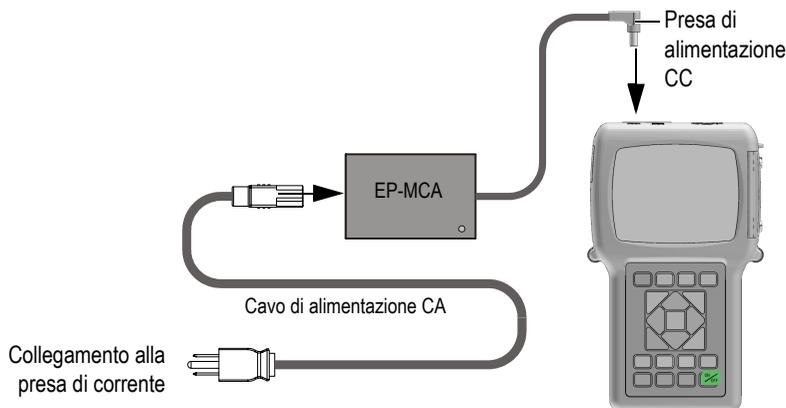

Figura 2-2 Collegamento del caricabatterie-alimentatore
1. Collegare il cavo di alimentazione CA al caricabatterie-alimentatore (codice fabbricante: EP-MCA [U8767042]) e a una presa di corrente appropriata (vedere Figura 2-2 a pagina 40).